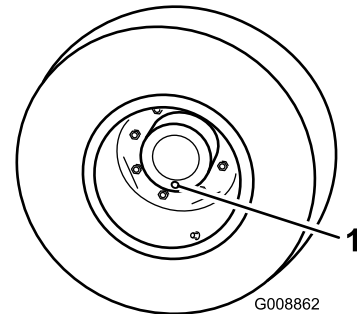

Bild 54
1. Stellen Sie die Maschine auf einer ebenen Fläche ab und positionieren Sie das Rad so, dass sich eine der Prüfschrauben in der untersten Stellung (6 Uhr) befindet (Bild 54).